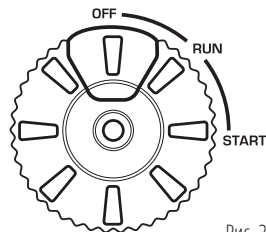

Рис. 2
- 5.2 Для запуска электростартом нажмите красную кнопку на многофункциональном выключателе двигателя (рис. 2).
6. После запуска двигателя верните колесо многофункционального выключателя в положение RUN (рис. 2).